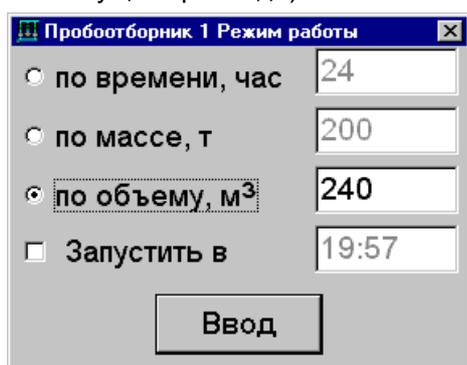

Рис. 13
- **Режим работы** вызывает на экран окно (Рис. 13), в котором нужно выбрать требуемый режим работы пробоотборника. Выбор режима **по времени** указывает системе, за какое время должна быть набрана объединенная проба (отбор будет идти равномерно, независимо от текущего расхода).
Рис. 13а
- **Параметры пробоотборника** вызывает на экран окно (Рис.13а).